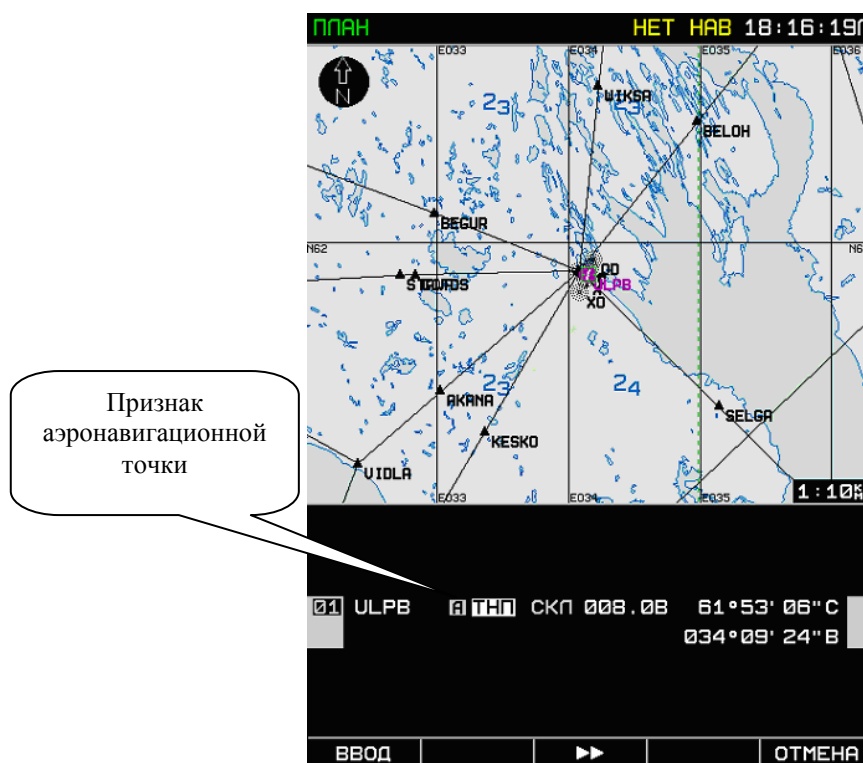

Рис. 47. Вид дисплея при вводе ППМ, когда под активным маркером на поле карты есть аэронавигационная точка
- *под активным маркером есть аэронавигационная точка*, вид информационного поля представлен на Рис. 47. Информационные поля имеют значения, аналогичные приведенным выше, отличие заключается в следующем: